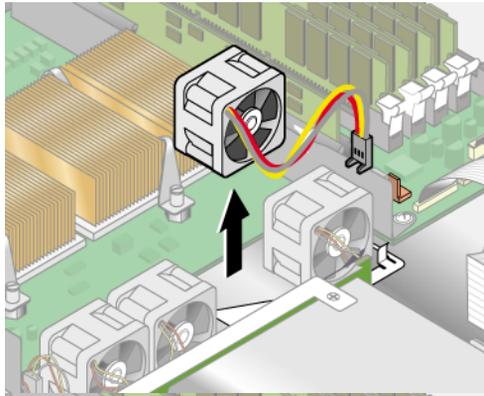

FIGURE 3-10 Retrait d'un ventilateur de refroidissement
4. Retirez le second ventilateur du processeur à partir de la droite (voir FIGURE 3-10):